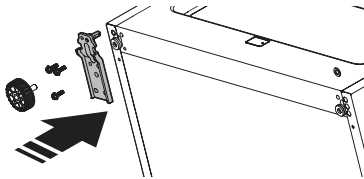

Figura 11
- 15 Pase la bisagra inferior al lado contrario y sujétela sin apretar al armario con tres tornillos (ver Figura 11).